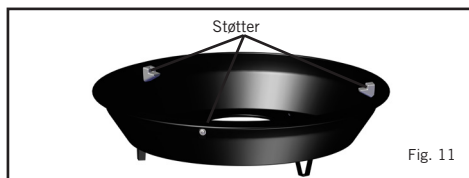

Fig. 11
- Grillristen findes på de tre sprøjtestøbte støtter på fedtpanden (Fig. 11).
- Stegepanden er udstyret med tre sprøjtestøbte støtter på fedtpanden (Fig. 11).
- Grill 2 Braai er udstyret med tre sprøjtestøbte støtter på fedtpanden (Fig. 11).